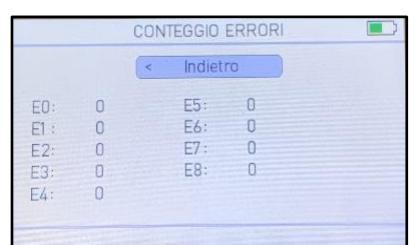

Fig. 49. Contatori degli errori
- Premere . Vengono mostrati i CONTATORI DEGLI ERRORI (vedi fig. 49)